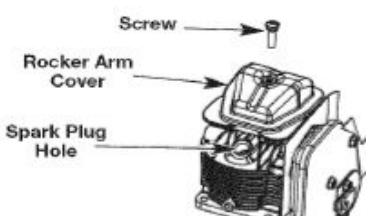

Рис. 28
- поршень находится в верхней мертвоточной точке (положение поршня отчетливо видно через отверстие свечи зажигания (Рис. 28);